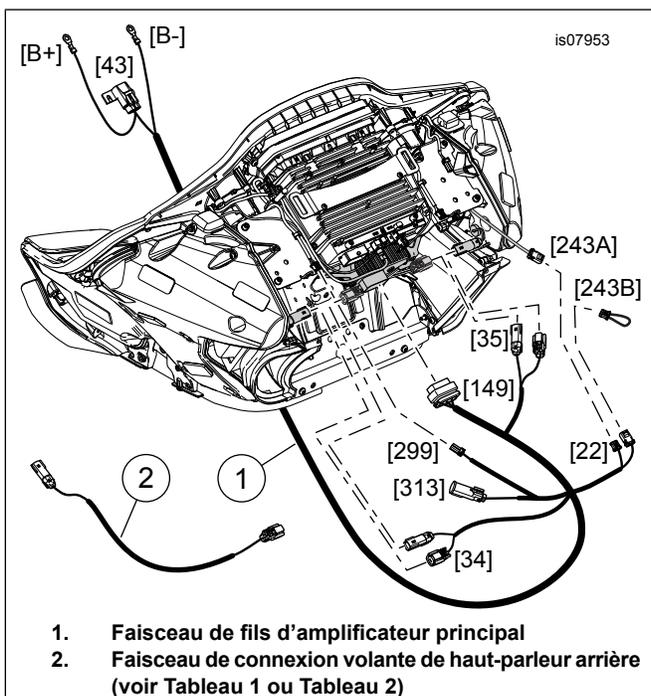

Figure 4. Connexions de faisceau
4. Voir Figure 4 Placer le faisceau comme indiqué. Brancher les connecteurs. Les connexions des connecteurs [34], [35], [162], [313], [299] et [22] sont expliquées en détail dans les notes suivantes.
- Le connecteur Molex à quatre fiches [162] fournit une sortie de canal arrière à partir de la radio. Utilisé pour la sortie haut-parleur sur les modèles sans amplificateur (voir Figure 4). Inutilisé avec l'amplificateur principal. Utilisé pour l'ENTRÉE de l'amplificateur secondaire.